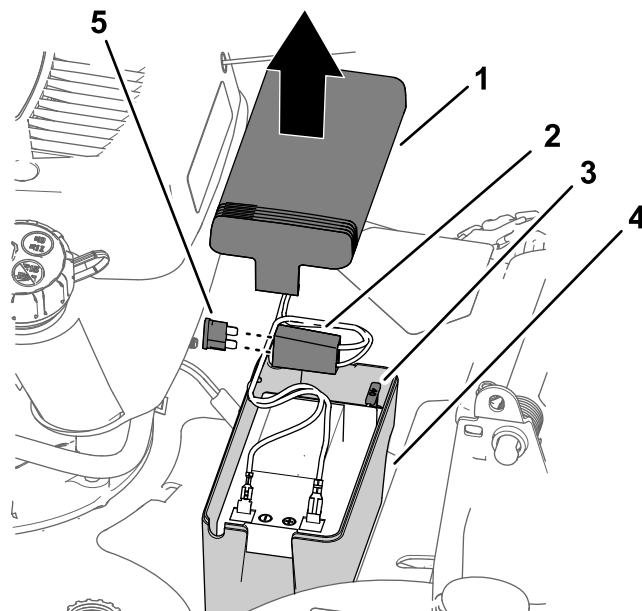

Figura 26
1. Retire la cubierta del compartimento de la batería (Figura 26).
2. Localice el fusible (Figura 26).
3. Cambie el fusible del portafusibles (Figura 26).
4. Instale la cubierta sobre el compartimento de la batería (Figura 26).